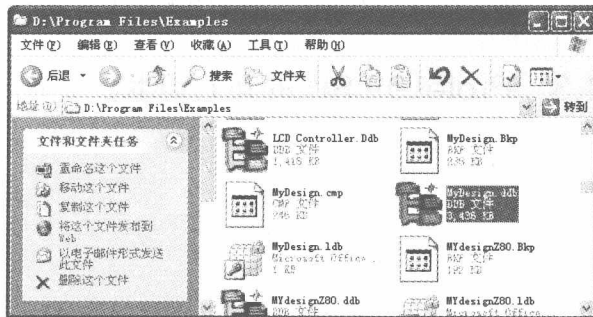

图 1-3 单击现有数据库文件启动 Protel 99 SE
2) 直接单击数据库文件也可以启动 Protel 99 SE, 如图 1-3 所示。
- 在 Windows 文件浏览器中双击 Protel 99 SE 设计文件即可打开设计任务，如图 1-3 所示。